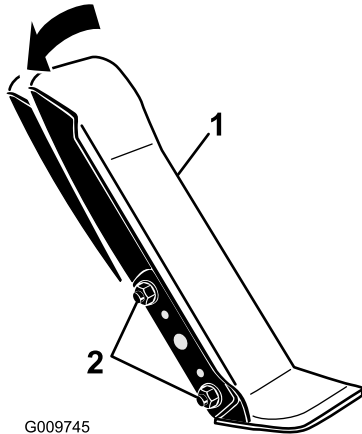

Figura 60
1. Allentare i 2 dadi e bulloni che fissano il lato sinistro del pedale di trazione alla staffa (Figura 60).
2. Inclinate il pedale nell'angolazione desiderata e stringete i dadi (Figura 60).